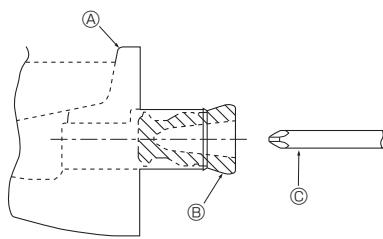

Fig. 5-1
- For rørledningen i venstre side skal gummiproppen sættes i højre drænåbning. (Fig. 5-1)